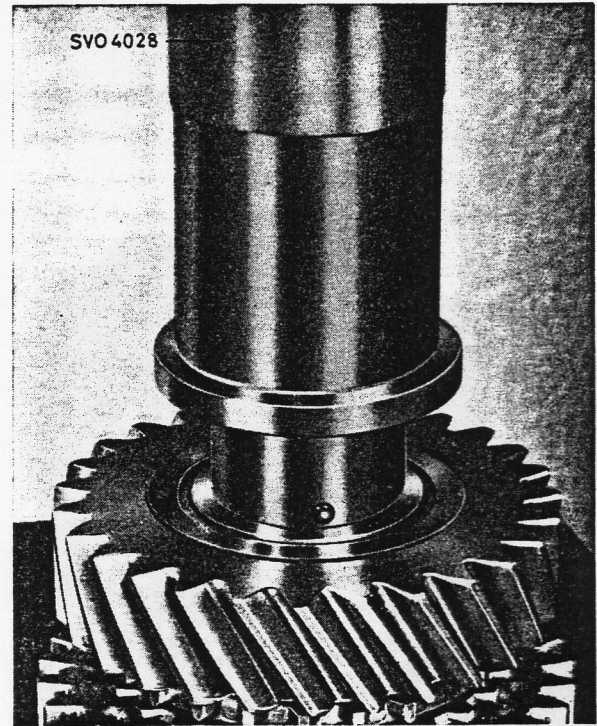

Bild 3-24. Buchse aufpressen
5. Druckscheibe (22. Bild 3-31), Synchronring (21) und Zahnrad zum 2. Gang (20) montieren. Sperrkugel (18) mit Fett in die Hauptwelle einsetzen. Buchse (17) mit Treibdorn SVO 4028 aufpressen, siehe Bild 3-24; darauf achten, dass sich die Nut in der Buchse über die Kugel schiebt. Zahnrad für 3. Gang und Synchronring aufsetzen.